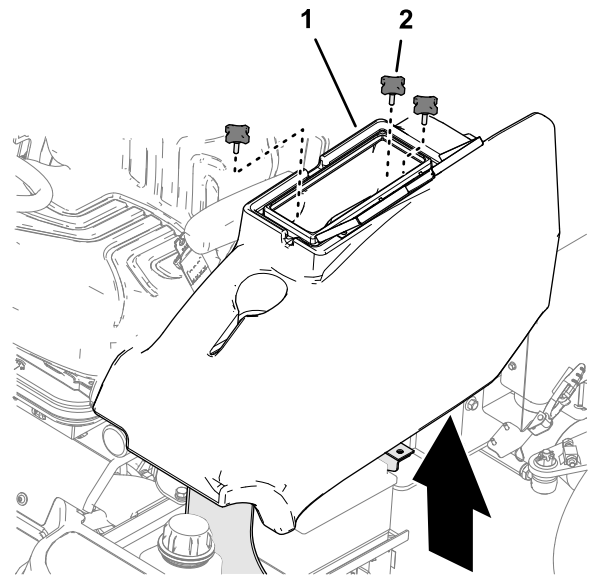

Bild 47
1. Öffnen Sie auf der linken Seite der Bedienerplattform die Klappe zum Ablagefach (**Bild 47**).
2. Entfernen Sie die 3 Handräder, mit denen das Ablagefach an der Maschine befestigt ist, und nehmen Sie das Fach heraus (**Bild 47**).